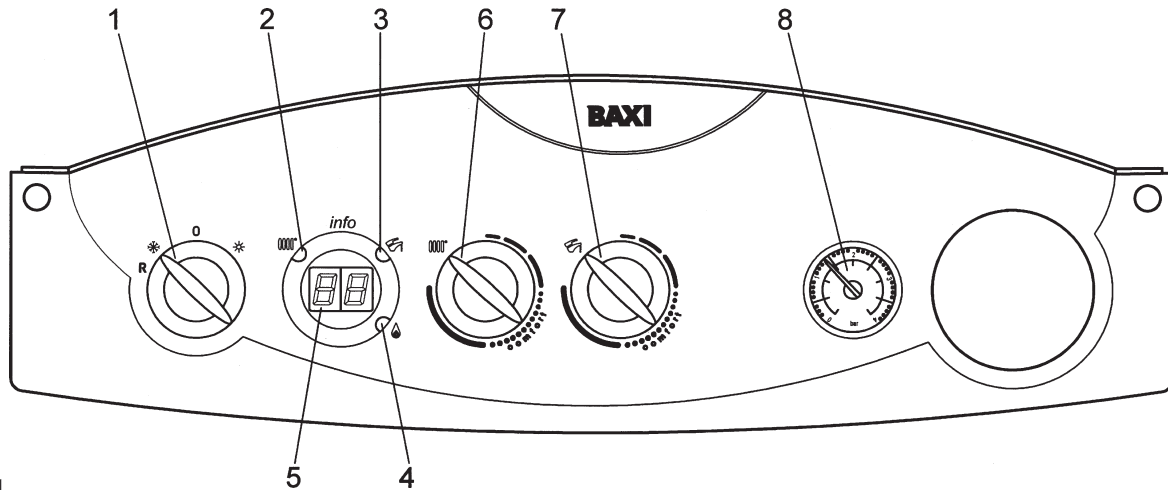

Abbildung 1
- 4. Füllen der Anlage** Wichtig: Regelmäßig überprüfen, ob auf dem Manometer (8 - Abbildung 1) bei kalter Anlage ein Druckwert von 0,8 - 1,2 bar vorhanden ist. Bei Überdruck den Heizkesselentleerungshahn betätigen. Falls der Druckwert niedriger ist, über den im Gerät eingebauten, oder einen vom Installateur extern eingebauten Füllhahn, die Anlage füllen. (Abb. 4a oder 4b). Es ist empfehlenswert, diesen Hahn sehr langsam zu öffnen, um die Entlüftung zu erleichtern. Bei häufigem Druckabfall den technischen Kundendienst anfordern.